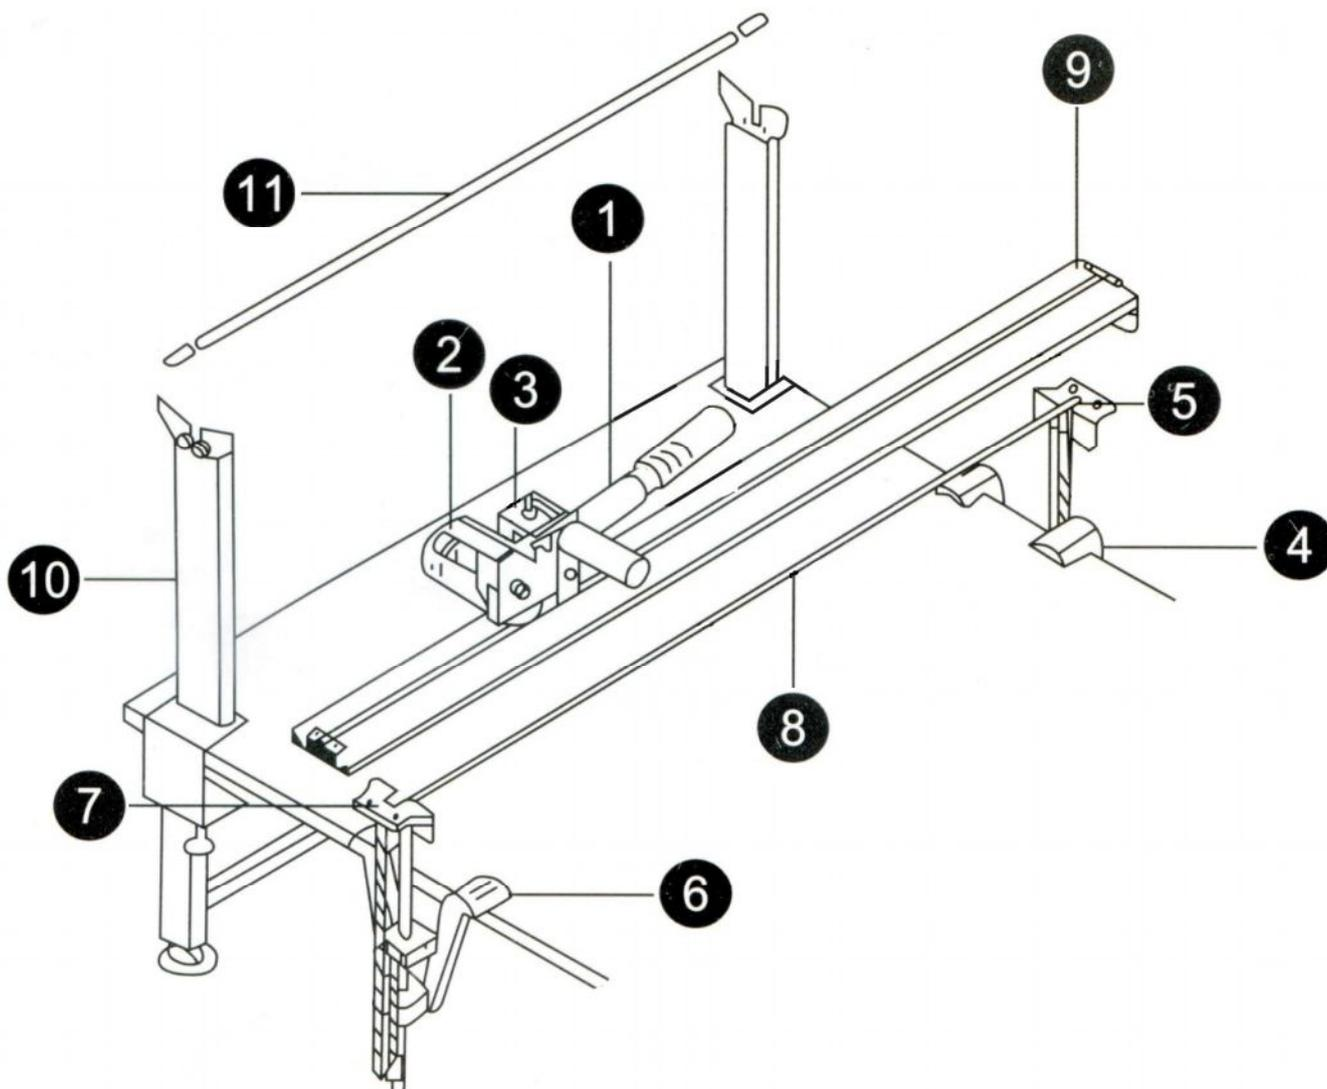

Рисунок 1
Передний подъемник (рис. 1 и 2) – состоит из двух частей: неподвижная – струбцина крепления переднего подъёмника (1) к раскройному столу и подвижная часть – подъёмный механизм направляющей линейки (2). Он состоит из направляющего стержня (3) цилиндрической формы который перемещается вверх и вниз в направляющих роликах (4). К струбцине при помощи прижимной пластины (5) крепится плоский ремень (рисунок 1 позиция 8).
Задний подъемник (рис. 1 и 2) - в его состав входит струбцина крепления заднего подъемника (7) к раскройному столу, а также подвижная часть (8), которая перемещается вверх и вниз в направляющих роликах (9). Обе части обоих подъемников соединены плоским ремнём проложенным через ролики (10), (11), (12) и прикрепленным к неподвижным частям (1) и (7) подъемников с помощью пластин (5) и (13).